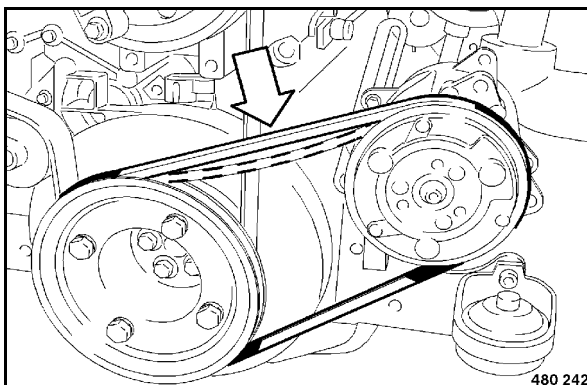

Fig. 136
- Vérifier visuellement l'état (détériorations ou déchirures) de la courroie (Fig. 136). Echanger une courroie endommagée.